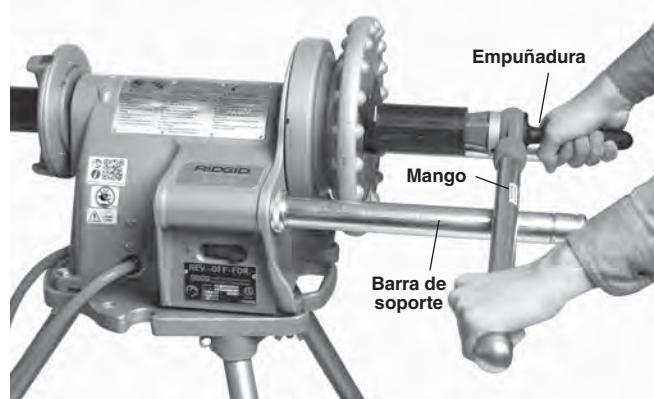

Figura 16 – Escariado de un tubo con un escariador manual. El mango del escariador debe mantenerse en contacto con la barra de soporte.
2. Introduzca el escariador dentro del extremo del tubo como se muestra en la *Figura 16*. Apoye el mango del escariador sobre la barra de soporte del lado del interruptor. Sostenga la empuñadura del escariador con la mano derecha.